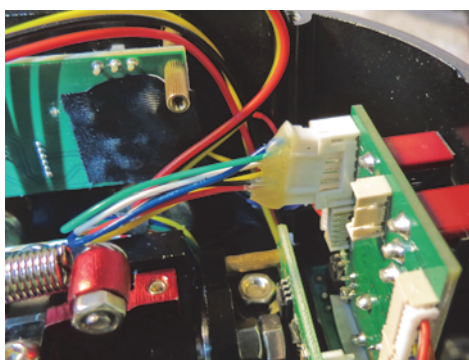

Рис. 1.4.
4. Отсоедините разъем жгута рукоятки (рис. 1.4).